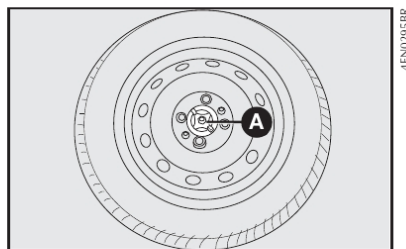

fig. 2
- Desatarraxar o dispositivo de bloqueio A-fig. 2, retirar a roda sobressalente e o suporte das ferramentas.